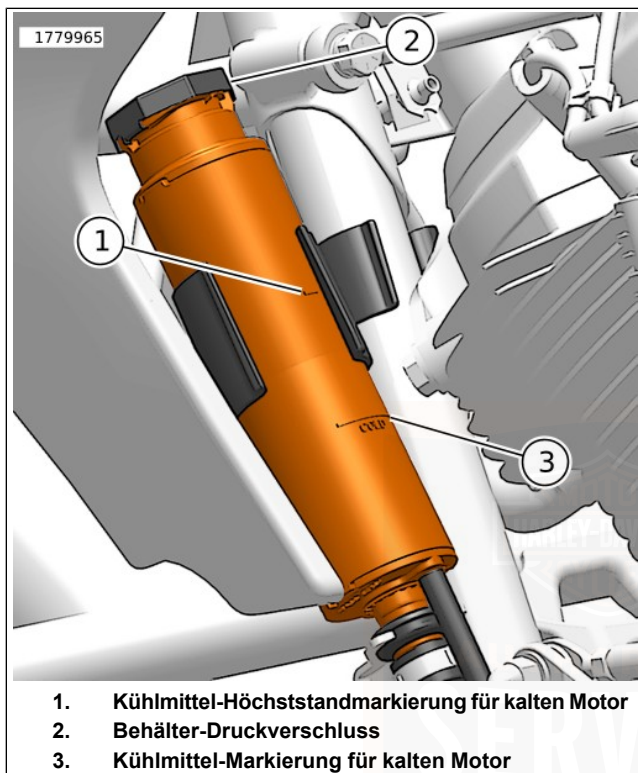

Abbildung 111. Kühlmittelstand
1. Siehe Abbildung 111. Prüfen, ob der Kühlmittelstand im Behälter zwischen der Kühlmittel-Höchststandmarkierung (1) und der Kühlmittel-Markierung für kalten Motor (3) liegt.
3. Siehe Abbildung 111. Den Druckverschluss (2) des Behälters entfernen.